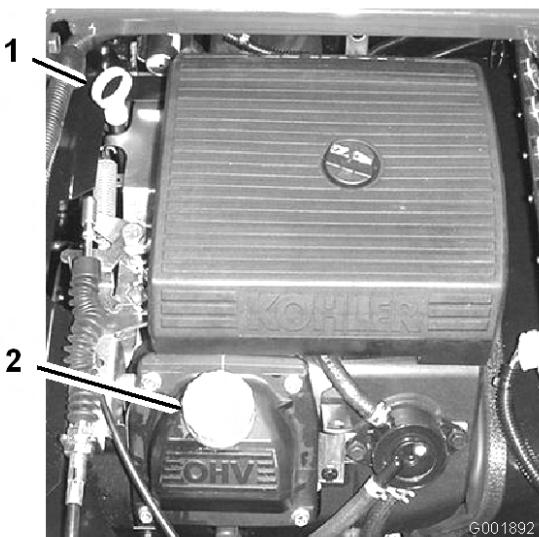

Figure 20
2. Retirez la jauge et essuyez-la sur un chiffon propre (Figure 20). Remettez la jauge dans le tube en vérifiant qu'elle est enfoncee au maximum. Sortez de nouveau la jauge et vérifiez le niveau d'huile.
3. Si le niveau d'huile est bas, retirez le bouchon de remplissage du couvre-culasse (Figure 20)